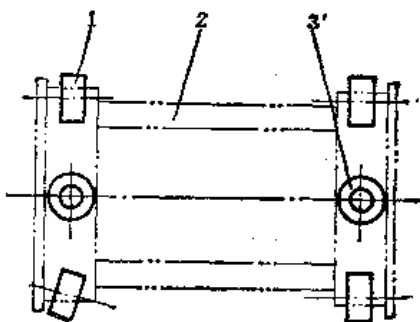

图3-2-4 翻转机构示意图
前、后转环通过四根导杆联结成一个刚体，构成翻转体2，放置在四个托轮上，并受前、后限位轴承控制。图3-2-4为翻转机构示意图。
② 托轮轴承损坏。托轮和翻转体的接触位置发生改变也会引起翻转体轴向位移。如设备使用正常，又无其它突然碰撞而翻转体产生轴向位移，则往往是托轮轴承损坏所造成的。
③ 当某一托轮轴线和翻转体轴线不平行时（如图3-2-4所示，前面左侧托轮），产生一个轴向的分速度，也会引起翻转体轴向位移。这种情况很少发生，也难以检查出来。